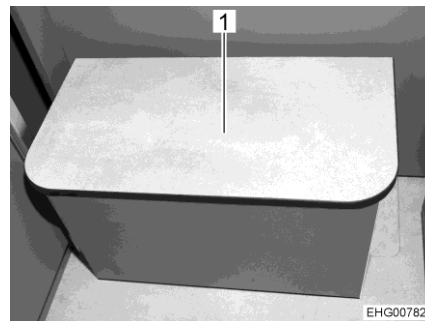

Fig. 67 Base di appoggio per la salita
- Sollevare e chiudere la pedana per la salita (Fig. 67,1).